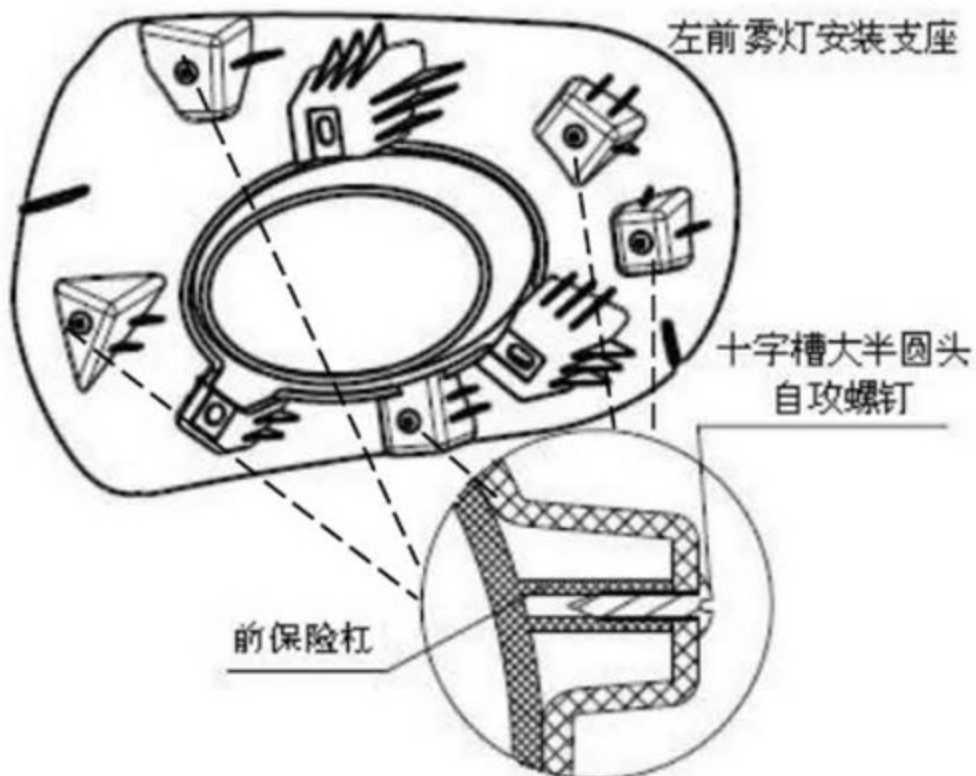

图 7-5 前雾灯安装支座的拆卸
- (1) 拆下图 7-5 中所示的自攻螺钉,左右各 5 个,左右前雾灯孔装饰板各 3 个;
- (2) 拆下左右雾灯安装支座或前保险杠左右雾灯孔装饰板。